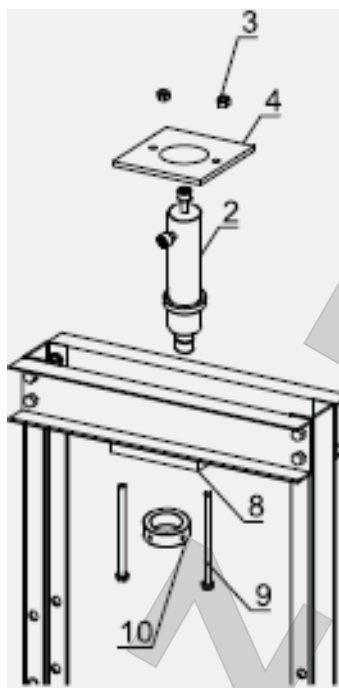

Рис. 4
5. С помощью болтов (9) и гаек (3) скрепите оголовок толкателя (4) и пластину основания толкателя (8). Прикрепите толкатель (2) с помощью большой гайки (10). См. рисунок 4.